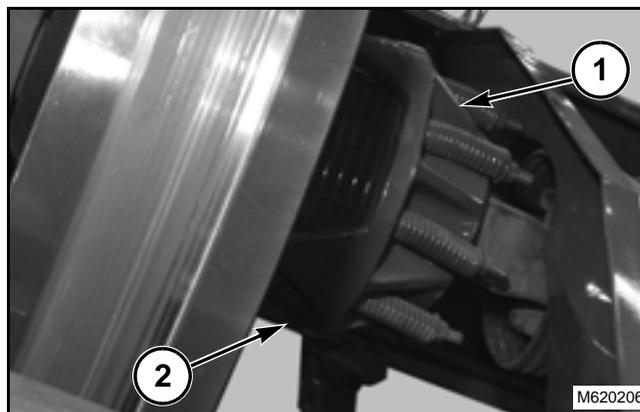

FIG. 27
FIG. 27: El embrague de sobremarcha (1) permite que la volante del enfardador ruede libremente cuando se desconecta la PTO o se reduce la velocidad del motor del tractor. Cuando el enfardador y el embrague de sobremarcha están funcionando correctamente, se puede escuchar un leve ruido similar al producido por un trinquete a medida que el émbolo vuelve a la posición trasera más alejada. La horquilla trasera en el eje de impulsión principal, dos caballetes y una caja fundida del embrague deslizante forman el embrague de sobremarcha.